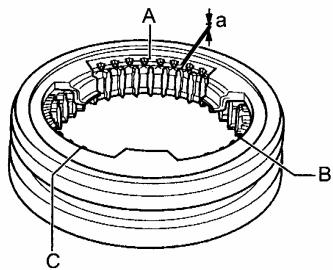

图 12-77 检查同步器齿环
(8) 检查同步器齿环的磨损时, 把同步器齿环按压入同步器齿套中, 并用一块片状塞尺厚度规在 A、B 和 C 部位测量间隙尺寸 “a”, 如图 12-77 所示。把测得的数值相加并除以 3 即为同步器齿环的磨损量, 该值允许不低于 0.5mm。